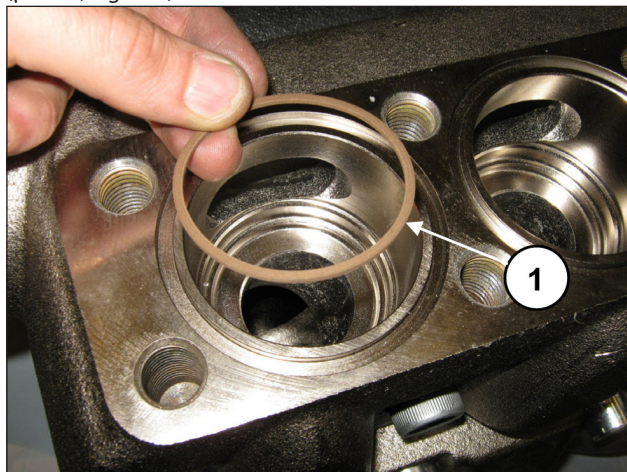

Fig. 160
Introducir la anilla antiextrusión, pos. dibujo desglosado 24 (pos. ①, Fig. 160).